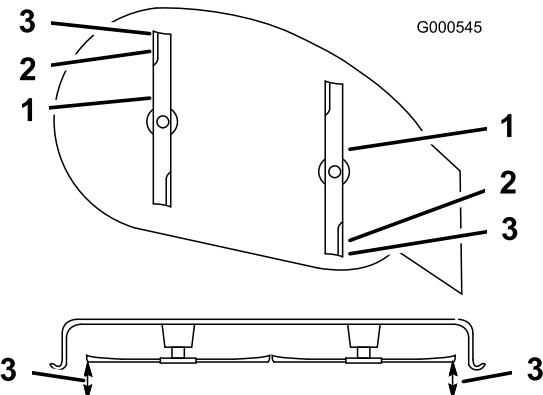

Figura 38
- Misurate il valore dalla punta della lama anteriore e dalla punta della lama posteriore alla superficie piana (Figura 38). Se la punta della lama anteriore non è inferiore alla punta della lama posteriore di 0-6 mm, regolate il dado di bloccaggio anteriore.
- Nota:** Continuate la regolazione del dado finché la punta della lama anteriore non è più bassa di 0-6 mm rispetto a quella posteriore (Figura 38).